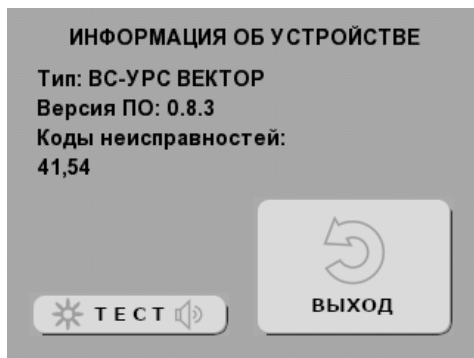

Рис. 14. Окно меню информации об устройстве
- 2) перейдите в информационное меню (МЕНЮ→НАСТРОЙКИ→ИНФО; Рис. 14);
- 2) перейдите в информационное меню (МЕНЮ→НАСТРОЙКИ→ИНФО; Рис. 14) и нажмите кнопку меню «ТЕСТ»;